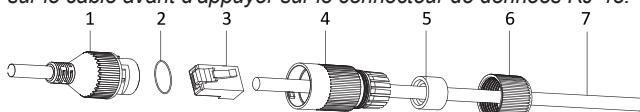

Figure 6 : Montage de la gaine étanche du connecteur LAN
passe-câbles sur le côté de la base de montage, faire d'abord passer le câble de données. Faire glisser la gaine du connecteur, le manchon d'étanchéité et le contre-écrou sur le câble, voir la figure 6. Enfin, prendre un outil de sertissage et presser le connecteur RJ-45 sur le câble de données.
6. Brancher le connecteur RJ-45 à la caméra. Fixer le raccord avec la gaine étanche à l'aide d'un dispositif de fermeture à baïonnette (fourni dans le pack d'accessoires) et serrer l'écrou de blocage, voir la figure 6. Si le routeur ou le commutateur le plus proche ne prennent pas en charge la fonction PoE (alimentation par Ethernet), connecter la caméra via le connecteur d'alimentation à l'alimentation externe 12 V CC / 500 mA.